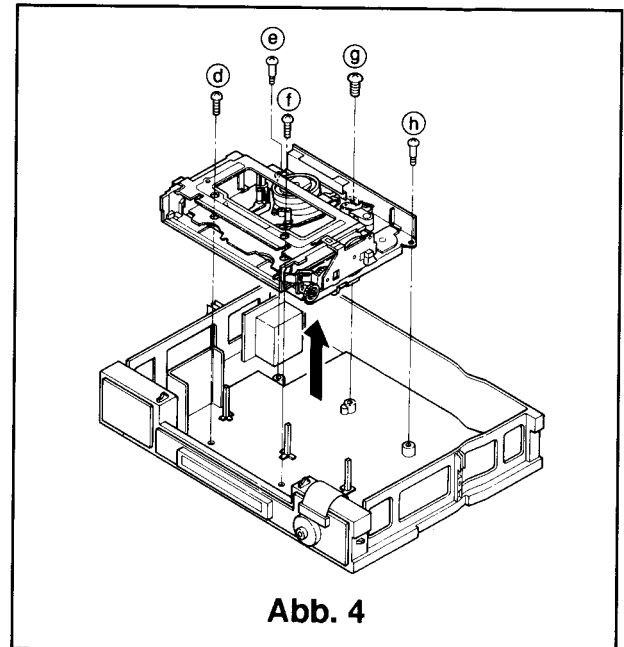

Abb. 4
- ② Die fünf Halteschrauben (d~h) der Mechanikeinheit entfernen und die Anschlüsse **ML**, **MM** und **ME** lösen. (Siehe Abb.4)
- ③ Vorsichtig die Mechanik herausnehmen.